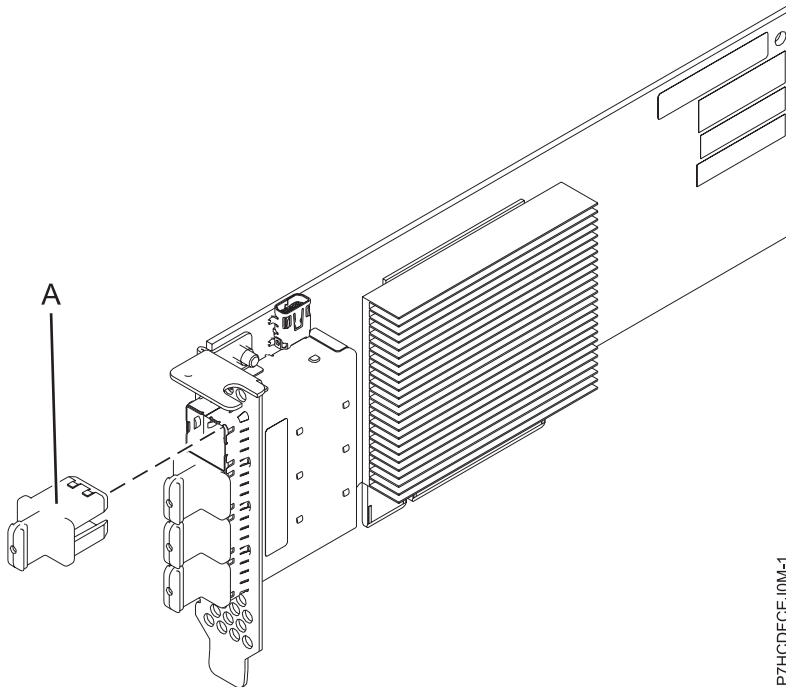

Figura 17. Adaptador PCIe3 RAID SAS cuatripuerto 6 Gb LP
El adaptador PCIe3 RAID SAS cuatripuerto 6 Gb LP es un adaptador PCI Express (PCIe), RAID SAS y generación 3 que tiene un factor de forma corto y altura reducida. El adaptador se utiliza en aplicaciones SAS (SCSI con conexión en serie) de alto rendimiento y alta densidad. Admite la conexión de disco SAS y cinta SAS utilizando cuatro conectores mini-SAS de alta densidad (HD) x4 que permiten utilizar los enlaces físicos en diversas configuraciones de puerto estrecho y ancho. La conexión de cinta SAS sólo está soportada en una configuración de un solo adaptador y no puede combinarse con discos SAS en el mismo adaptador. El adaptador no tiene memoria caché de escritura. La Figura 17 en la página 54 muestra el adaptador PCIe3 RAID SAS cuatripuerto 6 Gb LP.
La Figura 17 en la página 54 muestra el adaptador. El conector **(A)** está instalado en un puerto vacío y evita daños en dicho puerto cuando se conecta o retira un cable de los conectores de puerto adyacentes.